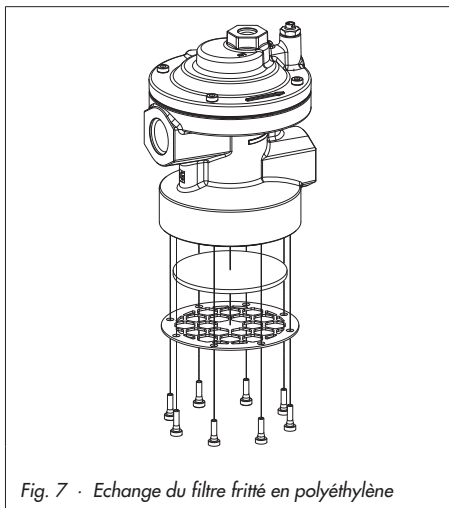

Fig. 7 · Echange du filtre fritté en polyéthylène
3. Fixer la plaque de support du filtre fritté en polyéthylène sur le corps (voir fig. 7).